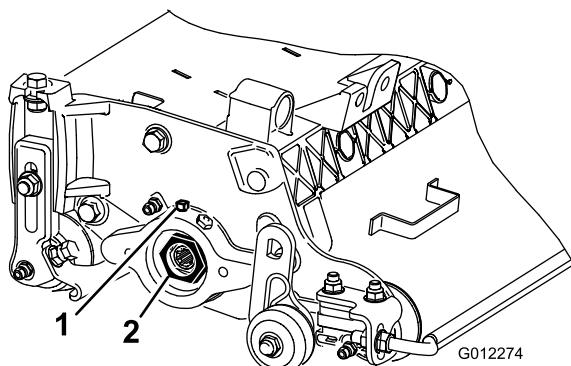

図10
- A. カッティングユニットの左側にあるベアリングハウジングにベアリング調整ナットを固定している固定ネジをゆるめる（図10）。